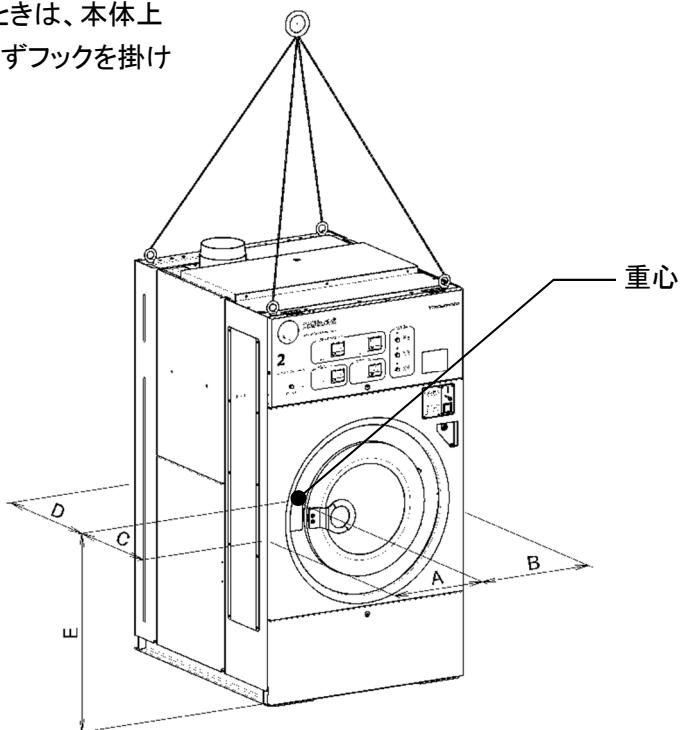

図 3-1
3) クレーン等で機械を吊り上げるときは、本体上部四隅（図 3-1）の 4ヶ所に必ずフックを掛け吊り上げます。
4) 重量と重心(図 3-1)